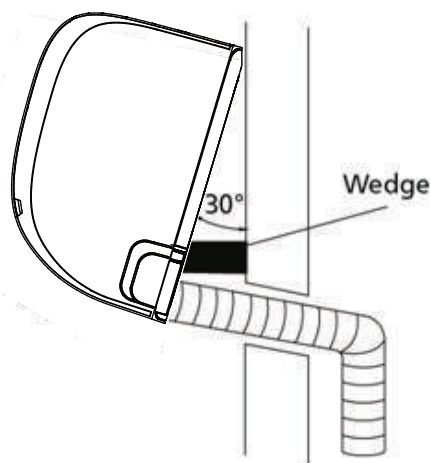

Fig. 3.13
2. Utilice un soporte o cuña para sostener la unidad, de modo de obtener el espacio suficiente para conectar las tuberías refrigerantes, cable de señal, y manguera de drenaje. Ver ejemplo en Fig. 3.13.